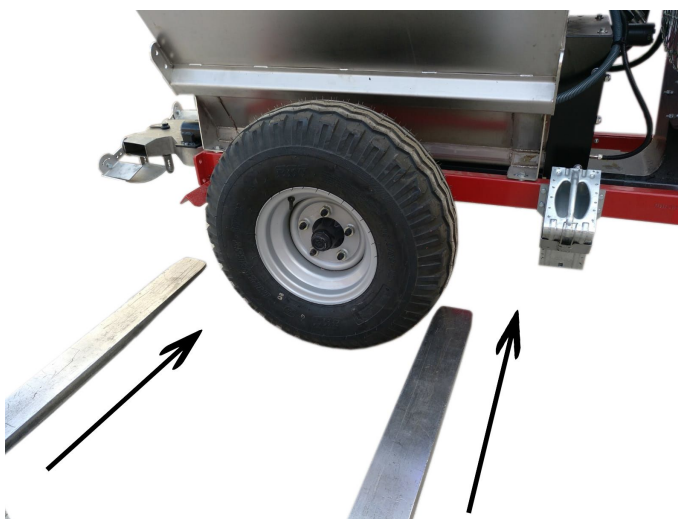

Imagen 1
1. **Cargar/Descargar con una carretilla elevadora.** Para cargar o descargar la máquina, deberá introducir las ruedas de la azufradora entre las palas de la carretilla elevadora, como se muestra en la Imagen 1, para ello, se deberán abrir dichas palas lo suficiente para poder llevarlo a cabo. Una vez hecho esto, elevar las uñas poco a poco hasta que hagan contacto con el chasis de la máquina, seguir levantando despacio y comprobando que la máquina se encuentre bien nivelada sobre las palas de la carretilla elevadora. Si fuese necesario, reajustar la posición sobre las palas para asegurar una buena nivelación. **Realizar estas operaciones con la tolva de la máquina completamente vacía.**